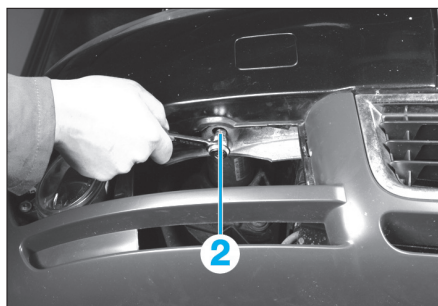

Fig. 69
- les vis (2) de fixation du bouclier sur la traverse (Fig.69),